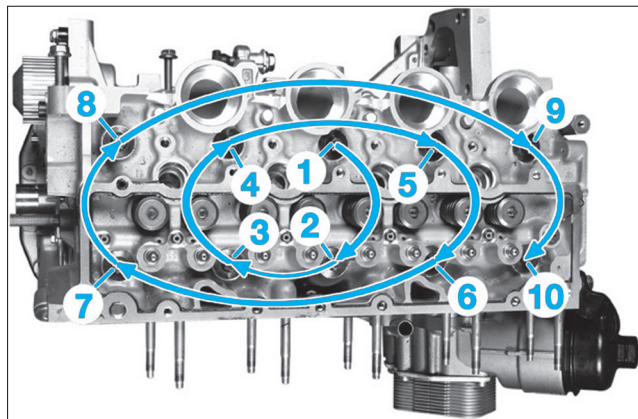

Fig. 54
- Serrer les vis de culasse en respectant l'ordre (Fig.54) et les couples de serrage.